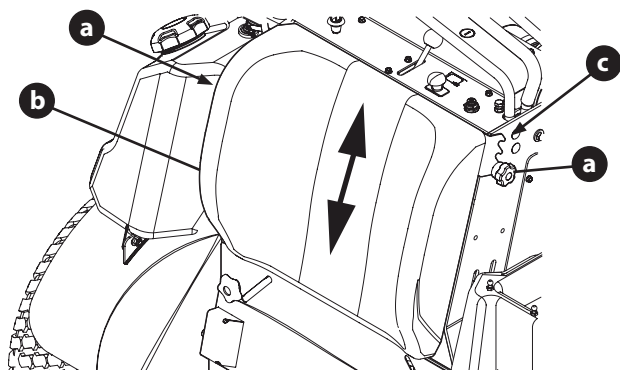

Figure 6
1. Desserrez les deux boutons en étoile (a) qui fixent le repose-jambes (b) à la tondeuse (Figure 6 à la page 80).
3. Repositionnez le repose-jambes dans l'une des trois positions de hauteur (c) (Figure 6 à la page 80).